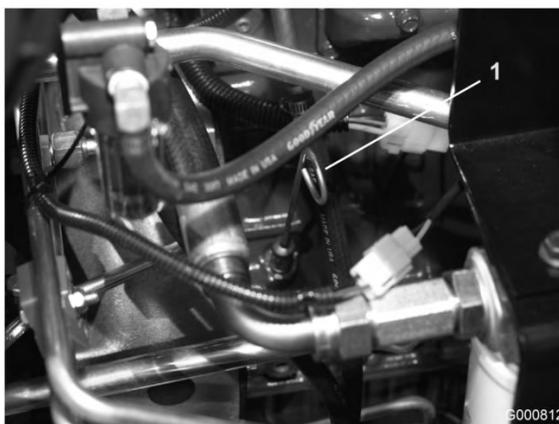

Figure 17
2. Sortez la jauge (Figure 17), essuyez-la sur un chiffon propre et remettez-la en place. Ressortez la jauge et vérifiez le niveau d'huile : Le liquide doit atteindre le repère maximum (FULL) sur la jauge.